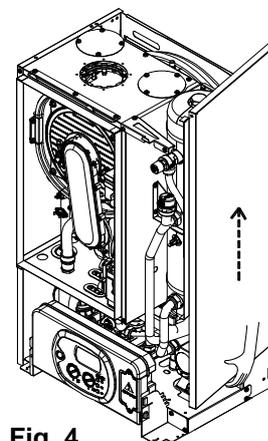

Fig. 4
- Saisir la base du panneau et après l'avoir déplacé vers le côté, le retirer en le levant (Fig.4)